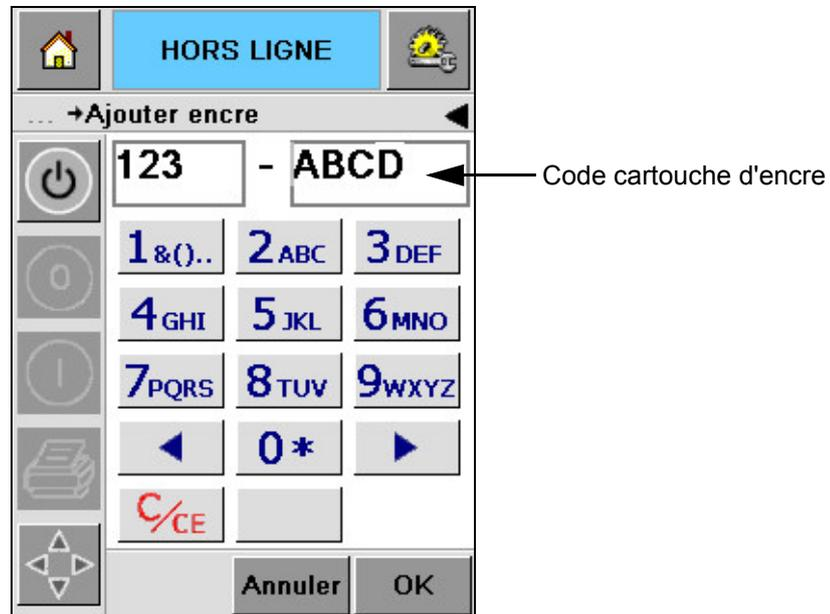

Figure 4-10 : Code cartouche
- Entrez le code unique de cartouche d'encre trouvé sur l'étiquette de chaque cartouche d'encre (Figure 4-10) et touchez l'icône OK.